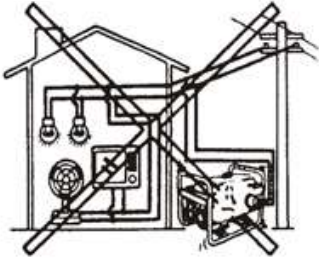

Рис. 29
5.4 Засоби під'єднання проілюстровані нижче (Рис. 29).